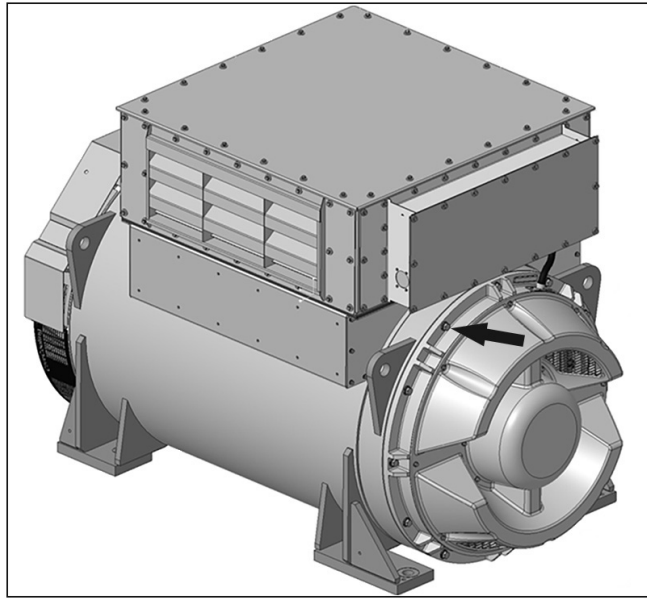

図 18. 吸気口カバーの取り外しと取り付け手順
1. 14 本の M8 ボルトを緩めて吸気口カバーを取り外し、ローター輸送サポートネジにアクセスできるようにします。参照: 図 18 ページ 29。
1. 吸気口カバーを取り外して、ローター輸送サポートブランキングネジにアクセスします。参照: 図 18 ページ 29。